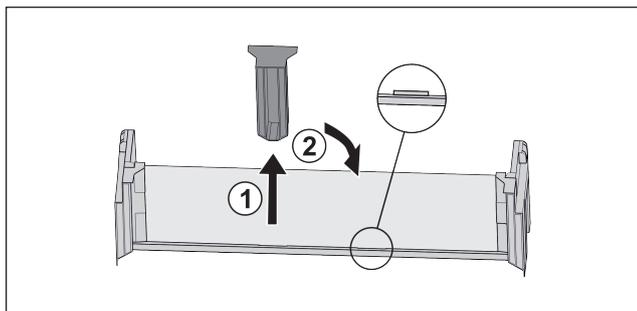

Fig. 85
- ▶ Skinite srednji pridrži dio Fig. 85 (1).
- ▶ Umetnite srednji pridrži dio na drugom položaj Fig. 85 (2).